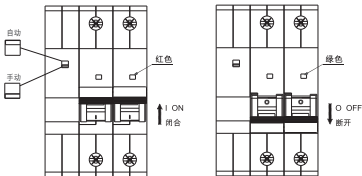

图2 产品手动、自动状态，闭合、断开状态指示
6.1 安装使用前先检查断路器标志与所使用的工作条件是否相符；通电前，先人为操作几次断路器，其机构动作应灵活、可靠、无阻滞现象。产品手动、自动状态，闭合、断开状态指示如下图2。